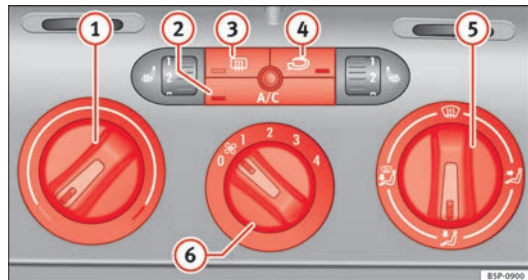

Abb. 127 Bedienelemente der Climatic in der Instrumententafel.
- Drehen Sie den Temperaturregler ⇒ Abb. 127 ① nach rechts bis die gewünschte Heizleistung erreicht wird.
Bei eingeschaltetem Umluftbetrieb \Rightarrow Abb. 127   wird verhindert, dass starke Umweltgerüche in das Fahrzeuginnere gelangen können, die beispielsweise beim Durchfahren eines Tunnels oder in einem Stau auftreten.